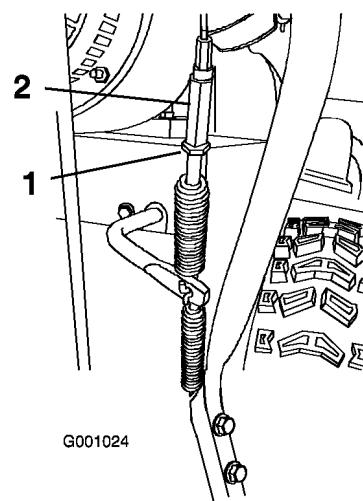

Figure 40
- Desserrez l'écrou de blocage (Figure 40).
- Desserrez ou serrez le tendeur de réglage de la tension du câble (Figure 40).